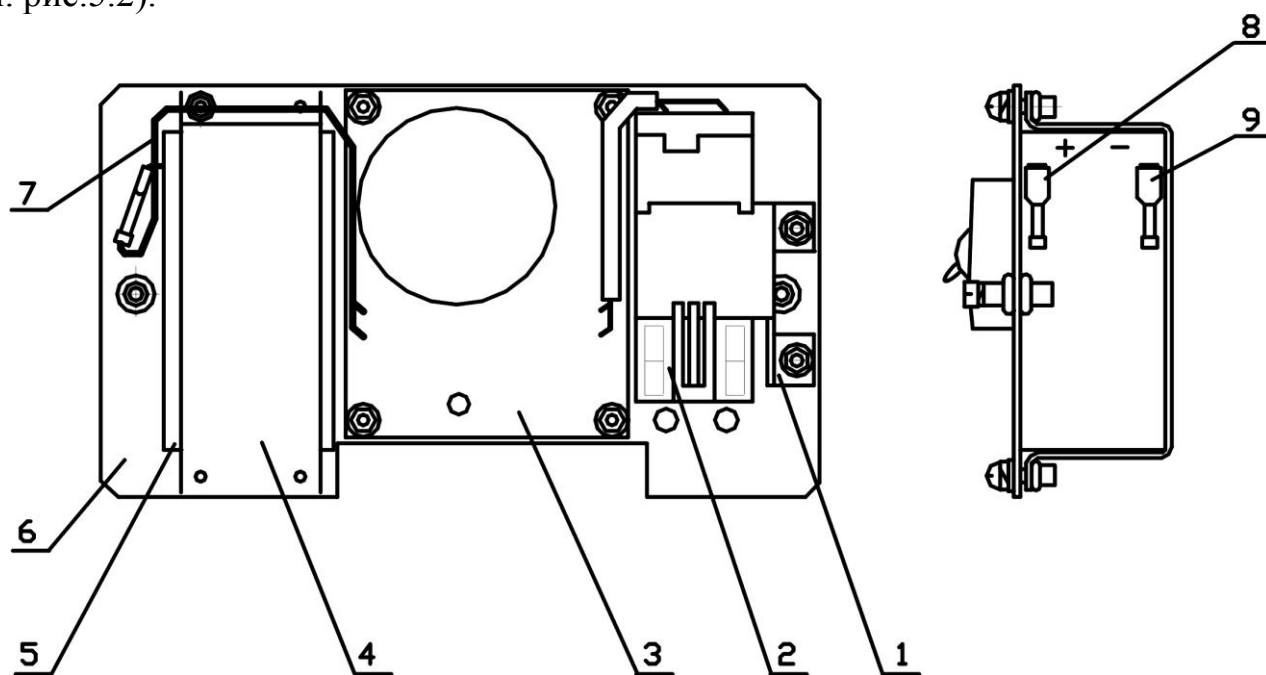

Рис. 5.4
дов), повернув винты на несколько оборотов против часовой стрелки. Выкрутить невыпадающие винты крепления шасси. Пропустить сетевой кабель внутрь ББП через соответствующий ввод и ввести проводники сетевого кабеля отверстия зажимных контактов защитного устройства 2 (см. рис.5.4). Закрепить проводники сетевого кабеля с помощью винтов (под защитной крышкой). Проверить надежность крепления проводников сетевого кабеля и убедиться, что «зачищенный» участок проводников не выходит за пределы корпуса защитного устройства 2. Надежно соединить наконечник красного цвета 8 с «+» выводом АКБ. Установить шасси в корпус ББП и закрепить его невыпадающими винтами. Приступить к выполнению п.5.5.
5.4 Выкрутить невыпадающие винты крепления шасси. Извлечь шасси из корпуса ББП. Вид шасси с тыльной стороны показан на рис. 5.4.
На рис. 5.4 обозначено: «1» - скоба крепления устройства защиты; «2» - устройство защиты от поражения электрическим током; «3» - электронный модуль; «4» - АКБ (аккумуляторная батарея); «5» - скоба крепления ББП; «6» - шасси; «7» - кабель для подключения АКБ; «8» - клемма «+» АКБ; «9» - клемма «-» АКБ.